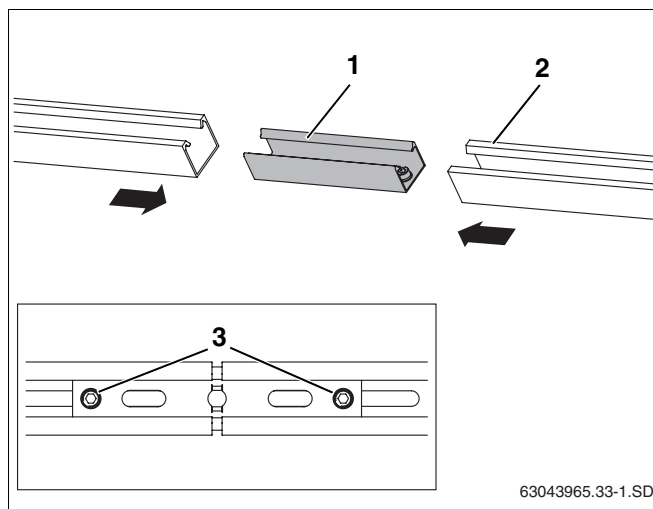

Fig. 31 Ligar os perfis
- Introduzir a ligação de encaixe (fig. 31, **item 1**) até ao batente nos dois perfis (fig. 31, **item 2**).
- Para fixar os dois pernos roscados M10 pré-montados (fig. 31, **item 3**) na ligação de encaixe, apertar com a chave SW5.